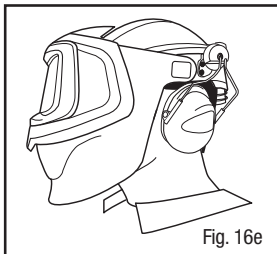

Fig. 16e
- **Uso:** En uso, las bandas de cable deben empujarse totalmente hacia delante y hacia la cabeza hasta escuchar un “clic” (Fig. 16e). Las almohadillas de copa deben rodear bien las orejas y sellar ligeramente contra la cabeza. Para una mejor atenuación, jale el cabello hacia atrás de las orejas, de modo que las copas yazcan cerca de la cabeza.